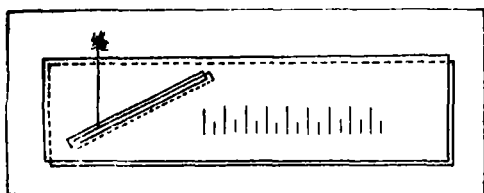

图 6
2. 因斜縫过小不易刻制，可采取另一种办法，即把制光欄的兩块膠片之长度和寬度取大一些，然后刻成較寬的斜縫，平行錯开粘住，这样就得到小斜縫。最后磨平四边，使之能自由滑动（如图6）。